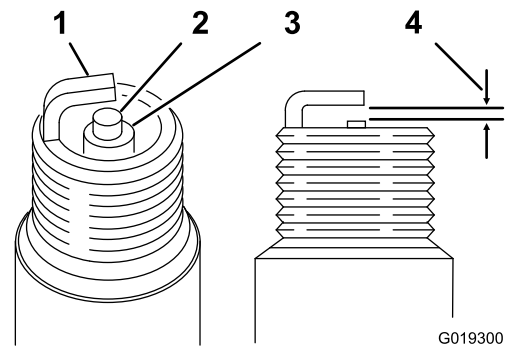

Bild 39
1. Sehen Sie sich die Mitte der Zündkerze an (Bild 39). Wenn der Isolator hellbraun oder grau ist, funktioniert der Motor einwandfrei.
2. Verwenden Sie ein Abstandswerkzeug für Zündkerzen oder eine Fühlerlehre, um den Abstand zwischen der seitlichen und der mittleren Elektrode zu messen (Bild 39).